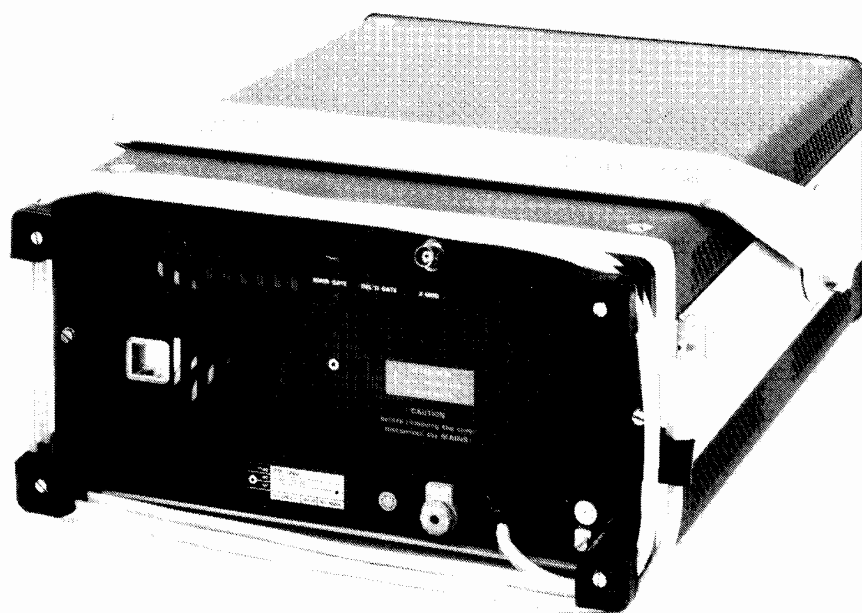

Fig. 2.2. Vue arrière de l'appareil
2.2.1. Commandes et prises (Fig. 2.2. page 24)